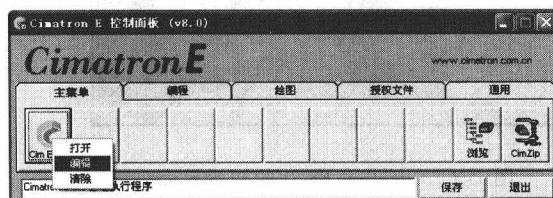

图 1-6 Cimatron E8.0 的控制面板
1. 界面语言的设置 安装完成后, 默认的操作可能是英文界面。界面语言的设置可通过 Cimatron E8.0 的控制面板来完成。单击【开始】/【所有程序】/【Cimatron E8.0】/【Cimatron E 控制面板】命令, 将弹出如图 1-6 所示的 Cimatron E8.0 的控制面板, 在图 1-6 的 Cimatron E8.0 按钮上单击鼠标右键, 在弹出的右键菜单中单击【编辑】, 会弹出如图 1-7 所示的参数程序对话框, 按图 1-7 所示进行设置后保存。重新启动 Cimatron E8.0, 界面就会变成中文界面。有关控制面板的其他功能将在以后的章节中介绍。